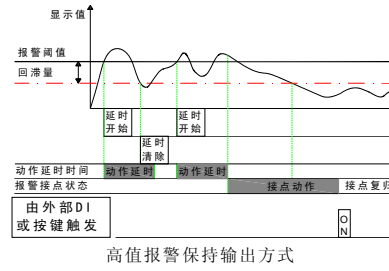

图 12
4.清除保持的报警输出接点状态【cl.r.do】（当报警输出设定为保持输出方式时），当报警输出设定为保持方式时，开关量输入设定为此种方式可以清除保持的报警状态（图 12）。